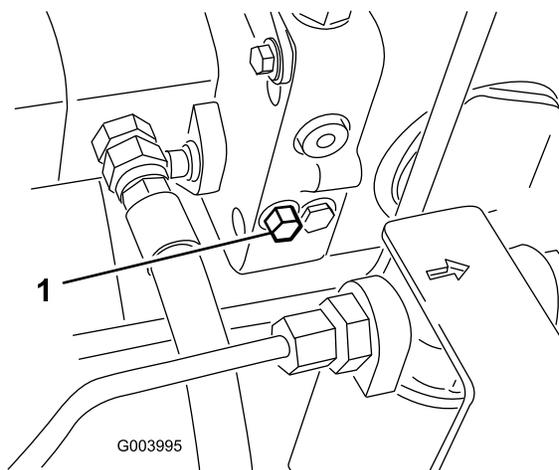

Рисунок 69
1. Чтобы открыть перепускной клапан и обеспечить внутренний перепуск масла, поверните болт клапана на 1,5 оборота (Рисунок 69).